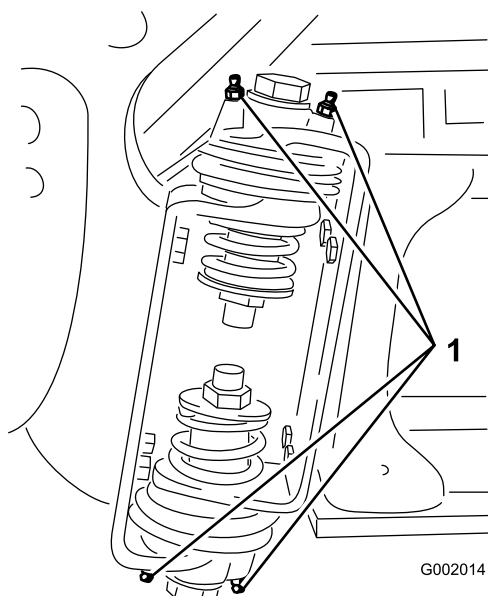

Figura 49
2. Bombee grasa en el cojinete o casquillo de cada punto de engrase Figura 49.